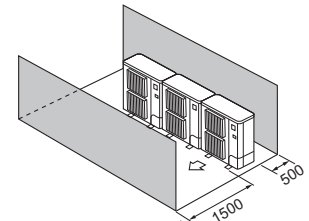

Fig. 3-14
- ④ Alleen obstakels aan de voor- en achterzijde (Fig. 3-14)